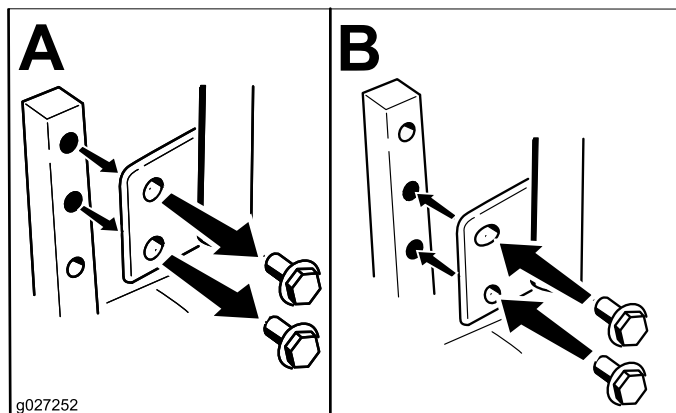

Figura 21
2. Afloje el perno inferior lo suficiente para poder desplazar hacia adelante o hacia atrás la palanca de control (Figura 21). Apriete ambos pernos para fijar el control en la posición nueva.